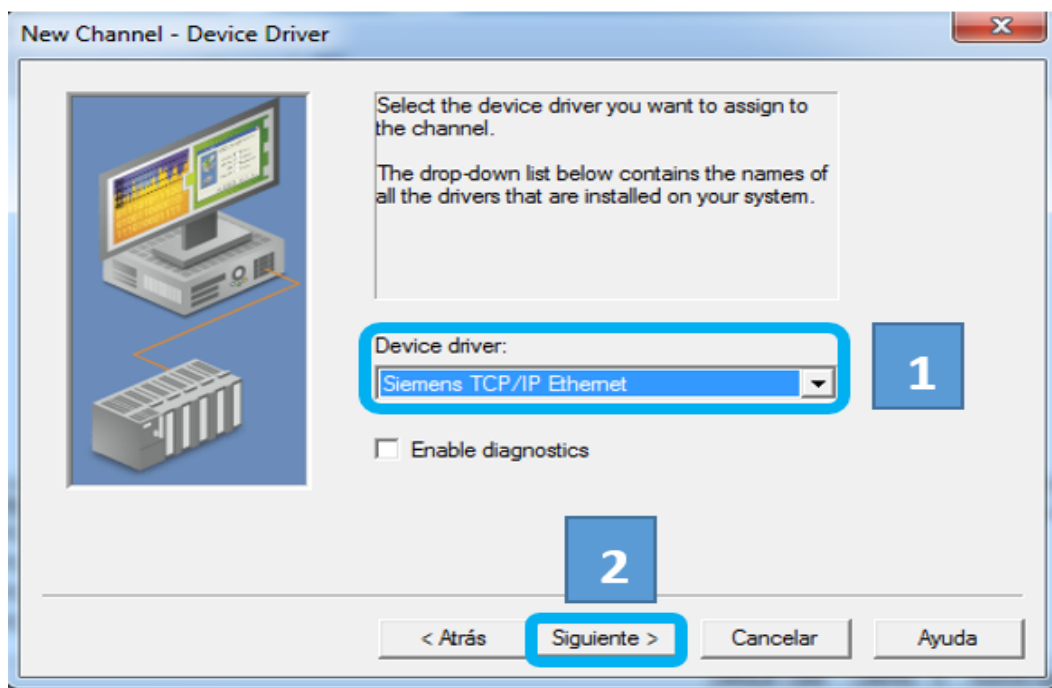

Figura 2.64: Elegir el driver del dispositivo del OPC.
- Elegir el driver del dispositivo Siemens TCP/IP Ethernet como se indica en la figura 2.64, dar clic en siguiente.